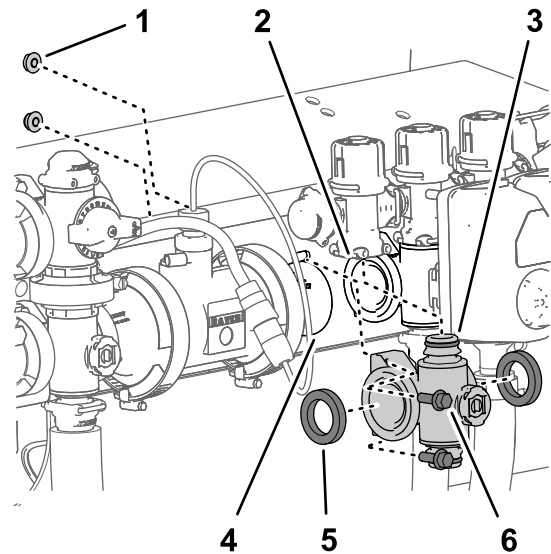
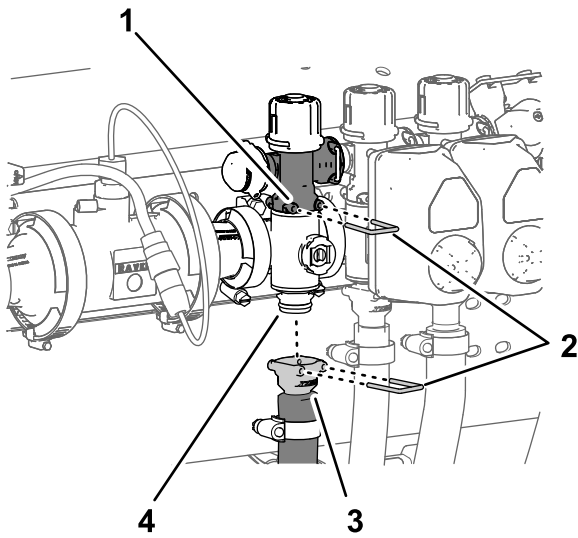

Figure 132
Figure 133
1. Aligned les 2 joints que vous avez retirés à la section Dépose de la vanne de section du collecteur \(page 90\) et les brides du collecteur de vanne de section (Figure 132).
2. Aligned la bride du collecteur de vanne de section entre les brides des autres vannes de section et/ou adaptateur d'accouplement (Figure 132).
3. Fixez le raccord rapide du collecteur de vanne de section au raccord rapide femelle de la vanne de dérivation de section à l'aide d'un l'étrier de fixation (Figure 132 et Figure 133).
5. Pour les collecteurs de vannes de sections gauche et droite, fixez le collecteur de vanne au support de vannes (Figure 132) à l'aide des 2 boulons à embase ($\frac{1}{4} \times \frac{3}{4}$ po) et des 2 contre-écrous à embase ($\frac{1}{4}$ po) que vous avez
8. Fixez le raccord rapide du flexible de section au raccord rapide du collecteur de vanne de section à l'aide de l'étrier de fixation (Figure 133).